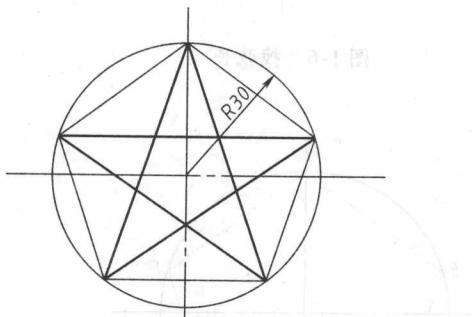

图 1-1 五角星图形
任务一：绘制图 1-1 所示的五角星图形。
(6) 完成全图 隔点连接各等分点即得五角星图形，擦除作图辅助线并加深线条，即得图 1-1 所示图形。